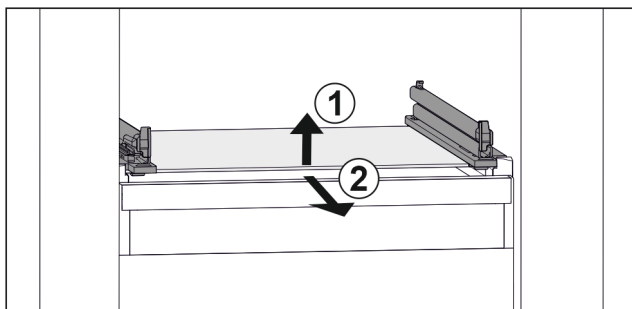

Fig. 106 Rappresentazione esemplificativa del ripiano in vetro
- Sollevare il ripiano in vetro dal davanti. Fig. 106 (1)
- Rimuovere il ripiano in vetro tirando in avanti. Fig. 106 (2)